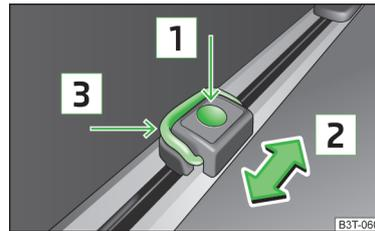

Abb. 100 Verschiebbare Verzurrösen
- Die Taste **1** » Abb. 100 drücken und die Verzurröse in die gewünschte Position in Pfeilrichtung **2** schieben.
- Den Bügel **3** » Abb. 100 hochklappen und z. B. das Befestigungsnetz anbringen.